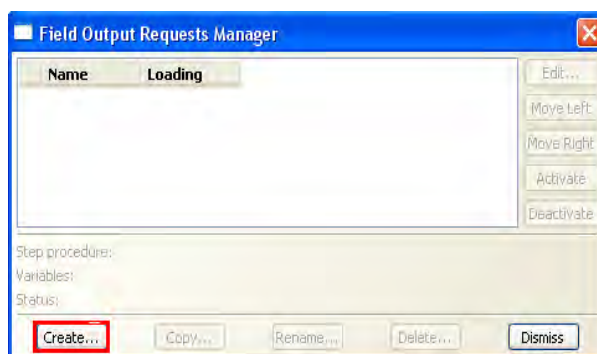
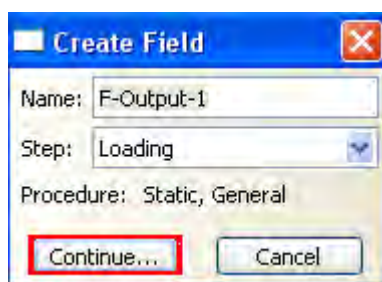
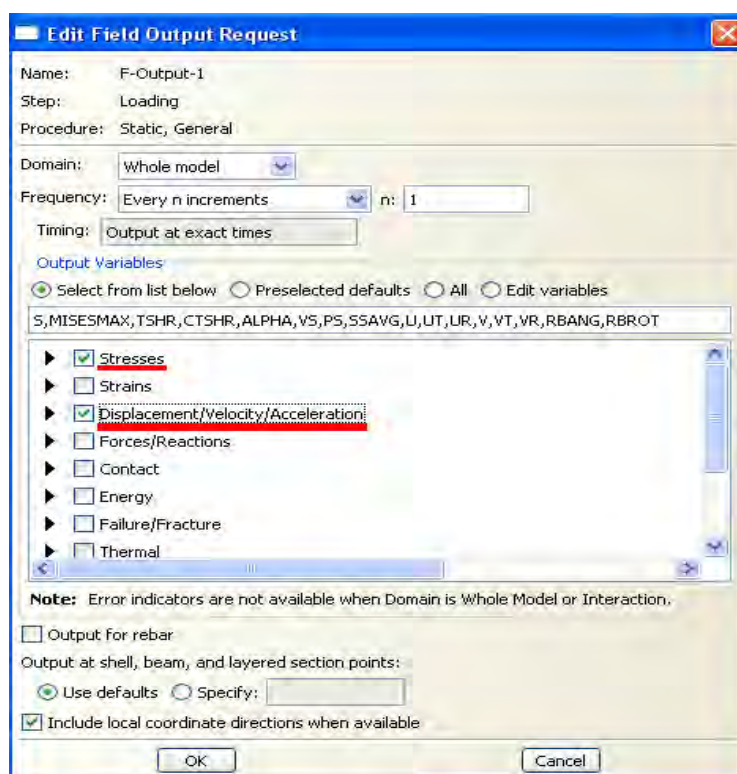

Рисунок 3.27 – Окно **Field Output Requests Manager**
Рисунок 3.28 – Окно **Create Field**
Рисунок 3.29 – Окно **Edit Field Output Requests**
**Output Requests Manager** (Рисунок 3.27). Нажмите кнопку **Create**, появится окно **Create Field** (Рисунок 3.28). Нажимаем **Continue** для вызова окна **Edit Field Output Requests** (Рисунок 3.29), где мы можем выбрать необходимые выходные данные из списка. Отметьте, флажки так, как показано на рисунке 3.29.
Далее нажмите **ОК** и закройте окно **Field Output Requests Manager** (Рисунок 3.27) кнопкой **Dismiss**.